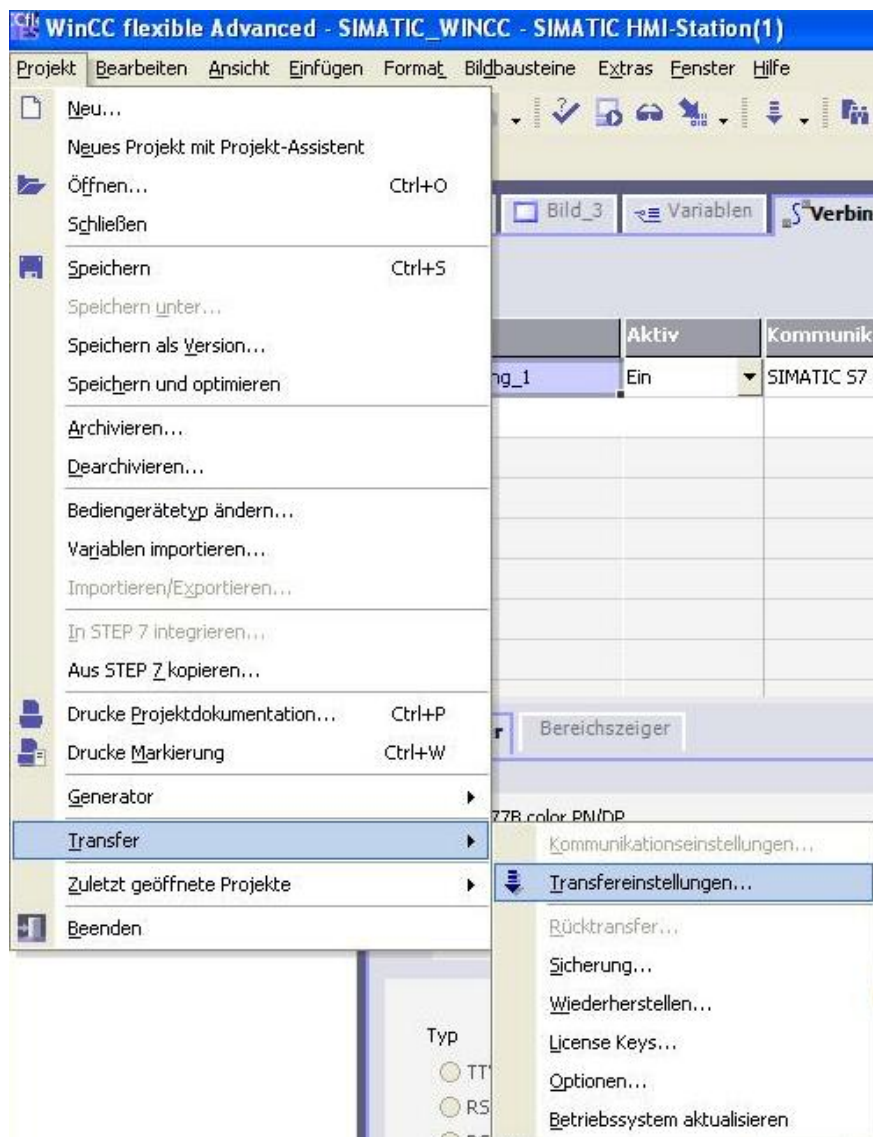

Рисунок 4.22 – Налаштування передачі
- 1) Натисніть на пункті меню *Projekt* потім *Transfer* → *Transfereinstellungen*, див. Рис. 4.22.